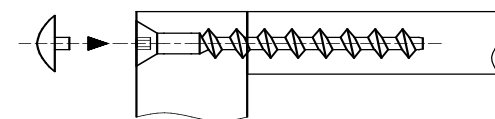

Рис.4
6. Соединить ст. заднюю поз.9 с крышкой поз.8 и стенками вертик.поз.3 с помощью евровинтов поз.18 (**см.рис.4**)